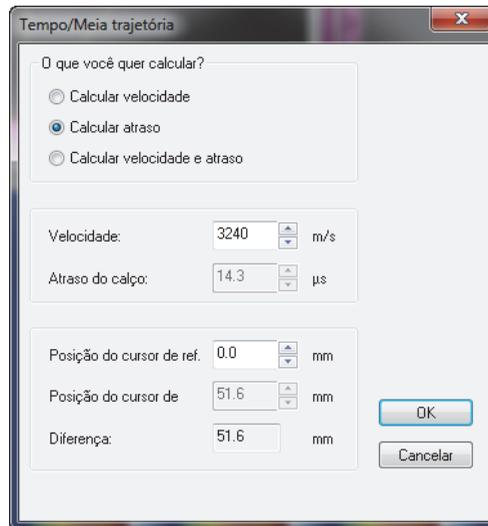

Figura 4-26 Calibrar com a caixa de diálogo Tempo/Meia trajetória
7. Na caixa de diálogo **Tempo/Meio caminho** que aparece (Figura 4-26 na página 126), proceda da seguinte forma: